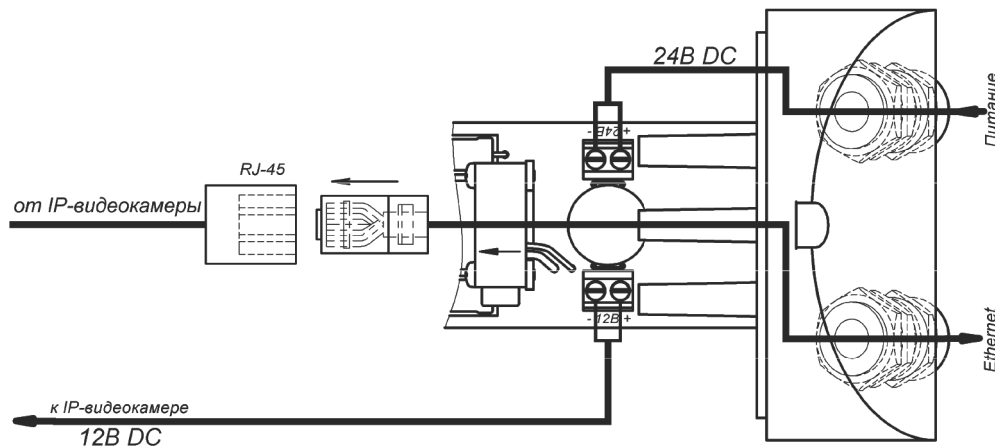
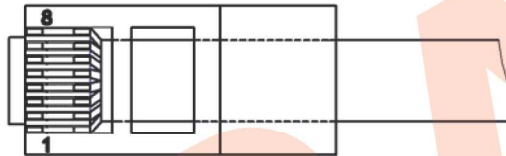

Рис.2 Подключение ТВК-61 IP
Рис.3 Обжимка кабеля кат.5е
1. Установить кронштейн (2) на штатное место, закрепить на нём гермобок с видеокамерой (1).
2. Ввести через гермовводы внешние кабели (кабель Ethernet и кабель питания). Кабель питания подключить к плате коммутации к клеммнику «+ 24 -», соблюдая полярность (см.рис.2). На кабель Ethernet обжать вилку RJ-45 (см.рис.3).
7. Ослабив болт (4.1) фиксации шарнира (4), установить видеокамеру на нужное направление обзора, после чего надёжно зафиксировать шарнир, затянув болт.